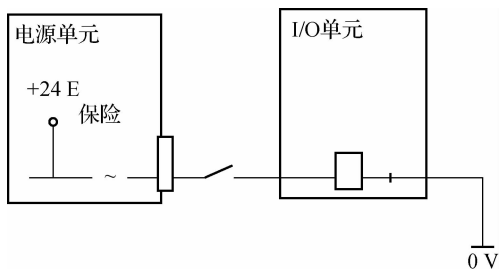

图 2-26 输入/输出单元原理图
(1) +24 E 是供外部输入/输出信号用的,参照图 2-26 检查外部输入/输出回路是否短路。